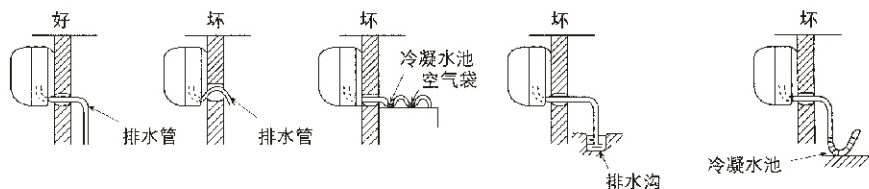

图 30
- 1 用附件 ⑬ 排水管与室内机组的出水管连接起来。
- 2 如要使冷凝水流得舒畅, 排水管应倾斜少许, 如图 30 所示。